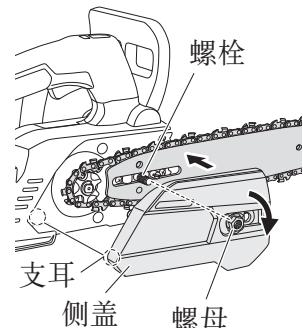

图 14
4. 安装侧盖（图 14）
- ① 将支耳插入电锯主体上的孔中，安装侧盖。确保锯链未从导杆上松动。
- ② 转动螺母一次，将其暂时固定。